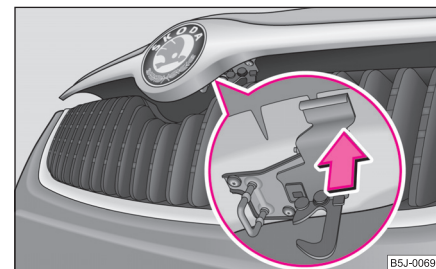

Fig. 168 Grilajul radiatorului: Siguranță
- Apăsați siguranța ⇒ fig. 168 și capota motorului se deblochează. ►